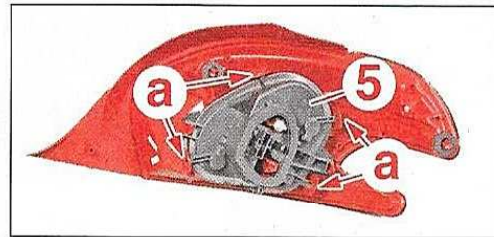

FIG.2
- Appuyer sur les languettes (a) afin de libérer le support d'ampoules (5) puis l'extraire (Fig.2).